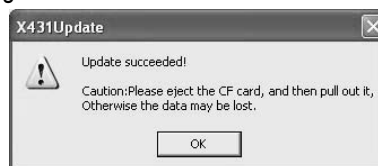

Abb. 3-27
6. Wenn die Aktualisierung abgeschlossen wird, erscheint ein Pop-up-Fenster wie in Abb. 3-27 gezeigt.